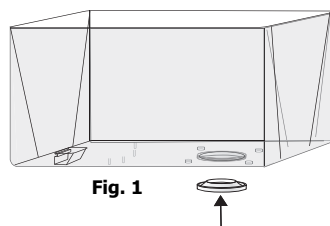

Fig. 1
1. Introduzca la junta de goma grande en la parte inferior del depósito [Fig. 1].